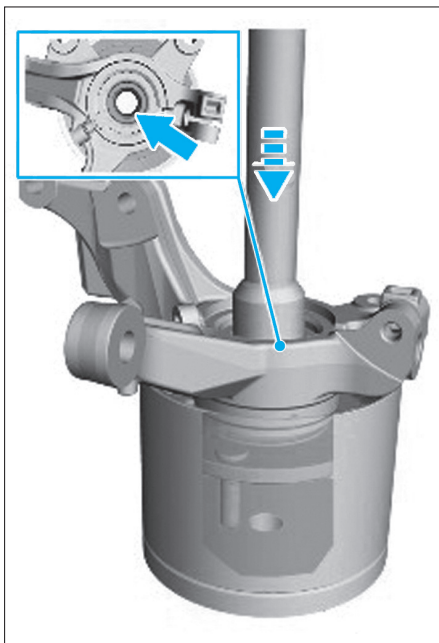

Fig. 15
- A l'aide d'une presse hydraulique et en prenant appui sur le moyeu, désolidariser le pivot du moyeu (Fig.15).